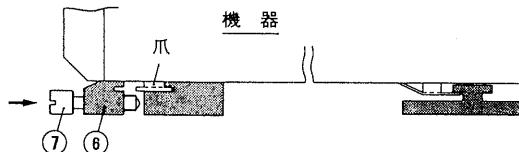

図6
(2) マウンティングレール⑥を図6の様に矢印方向へ機器底面の爪を溝へ確実に挿入し、ボルト⑦4カ所を締め付けて下さい。